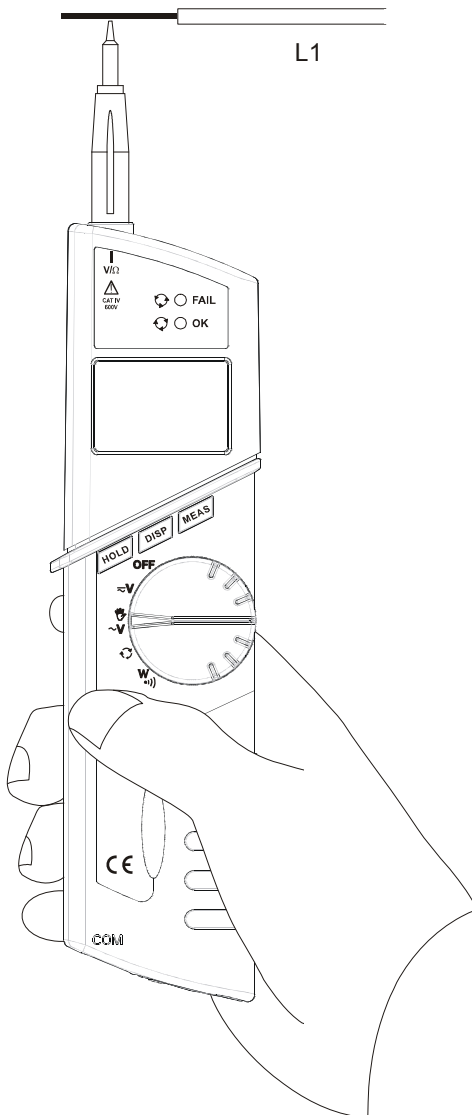

Fig. 5: AC Spannungs- und Frequenzmessung mit 1 Messleitung
2. Stecken Sie die rote Messspitze in den V+/Ω Eingang (Fig. 5).